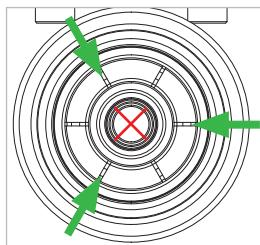

Figure 7
- Remarque :** Veiller à ce qu'aucun détergent ne pénètre dans la conduite de gaz (*Figure 7.*)
- ▶ Vaporisez brièvement une fois le lubrifiant avec le petit tube entre chaque deuxième pince de serrage (*Figure 7*).
Attention : Le lubrifiant ne doit pas être vaporisé dans la conduite de gaz (*Figure 7*).